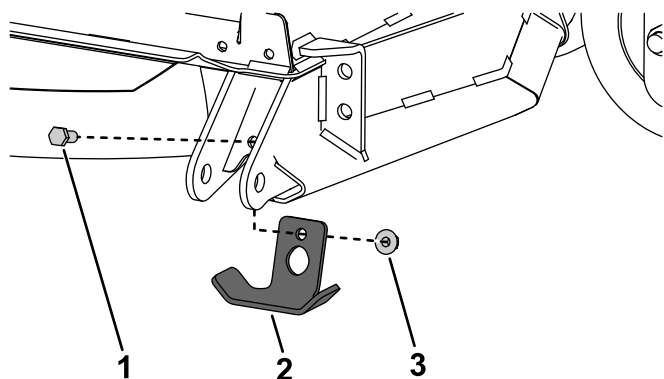

Bild 8
- Nehmen Sie die Befestigungen ab, mit denen der Unterfahrschutz am Mähwerk befestigt ist (Bild 8).